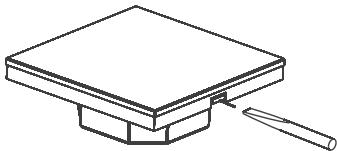

Рисунок 1.
2. Отсоедините лицевую панель от корпуса, аккуратно поддав ее плоской отверткой (Рис. 1).